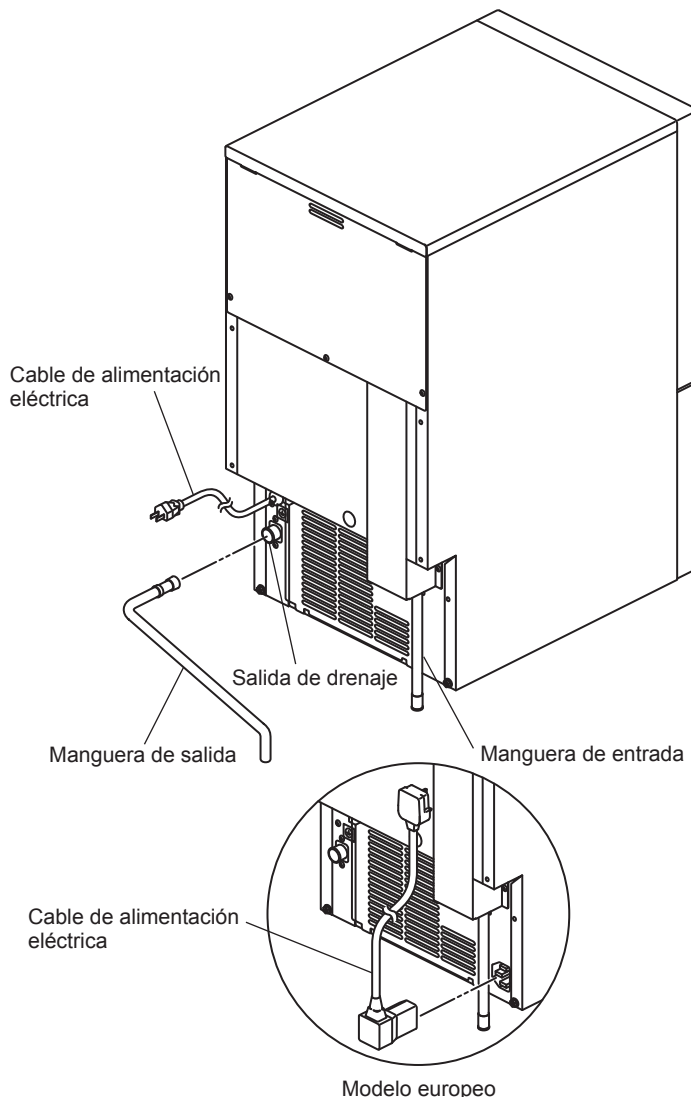

Fig. 3
2) Apriete a mano la manguera flexible gris de salida (accesorio) en el racor de la parte posterior de la máquina de hielo tal como se muestra (Fig. 3) verificando que la junta de goma quede correctamente colocada para obtener una conexión estanca. Puede cortar el tubo a la longitud necesaria ajustándolo a la posición del drenaje principal. Para evitar fugas de agua, asegure la manguera de salida a la salida de drenaje mediante una abrazadera de manguera.